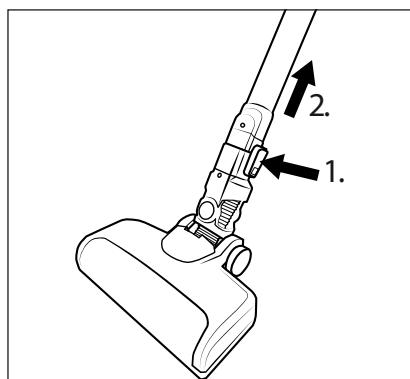

Fig. 12
- ◆ Pour retirer la brosse de sol **21** du tube d'aspiration **23**, maintenez la touche de déverrouillage de la brosse de sol **22** enfoncee et retirez le tube d'aspiration **23** de la brosse de sol **21** (voir fig. 12).